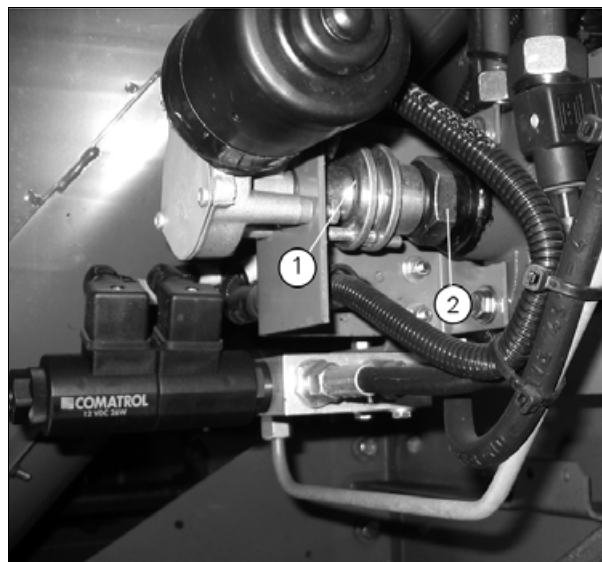

Рис. 2.
(рис. 2)
Очистите и смажьте резьбовой ходовой винт и вал делителя потока в системе управления частотой вращения мотвила (1) и (2), см. рис. 2. Пустить дизельный двигатель и не менее 5 раз полностью выдвинуть/вдвинуть резьбовой ходовой винт.